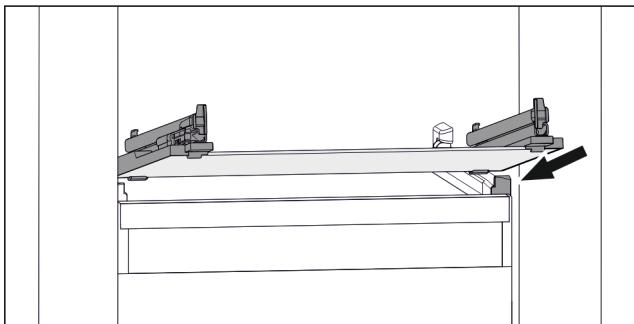

Fig. 154 Simbolična slika steklene plošče
- Stekleno ploščo postavite v pošechnem položaju za zaustavljalniki. (glejte Fig. 154)